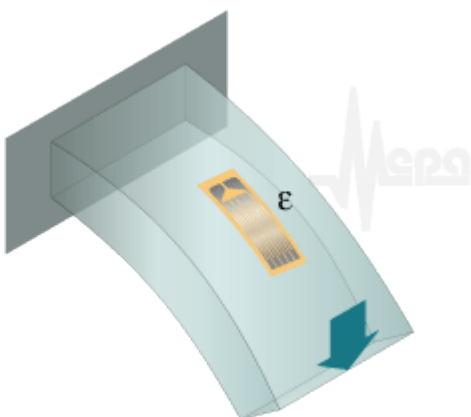

Рис. 122 - Схема наклейки ТР для измерения деформаций изгиба.
- изгибная поверхностная деформация. Схема наклейки на Рис. 122.
Схема наклейки тензорезисторов для измерения деформаций изгиба показана на Рис. 122. Деформации растяжения/сжатия должны быть минимальными, т.к. они вызывают искажения результатов измерений.